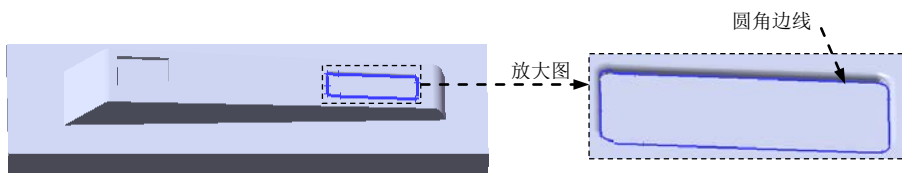

图 12.2.22 圆角边线
(2) 定义圆角类型。采用系统默认的圆角类型。
(3) 定义圆角对象。选取图 12.2.22 所示的边线为要圆角的对象。